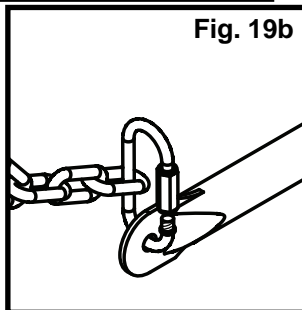

Fig. 19b
2. Attach Quick Links to Trapeze Bar as shown in (Fig. 19b).
2. Fije los eslabones rápidos a los Trapeze Bar como se muestra en la (Fig. 19b).
2. Fixez les anneaux de fixation rapide au Trapeze Bar comme illustré à la (Fig. 19b).